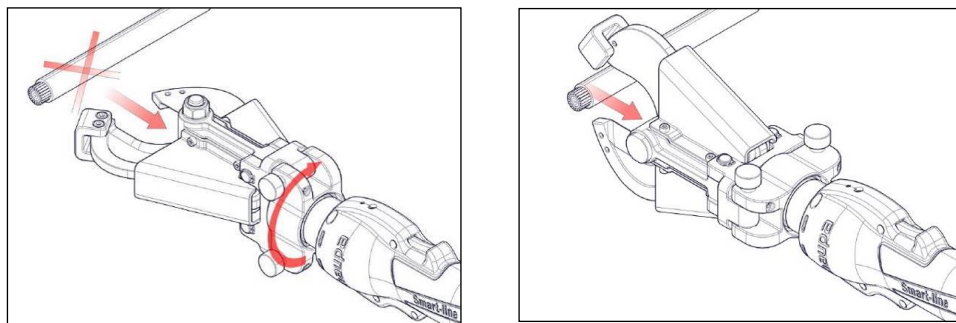

Bild 10: Einfügen des Kabel/Schneidmaterials
- Aufnahmeadapter entsprechend der Richtung des Kabel/Schneidmaterials drehen. Das Kabel/das geeignete Schneidmaterial in die Öffnung einfügen. Vergewissern Sie sich, dass die beiden Stifte am Schneidkopf festsitzen, siehe Bild 10 unten: